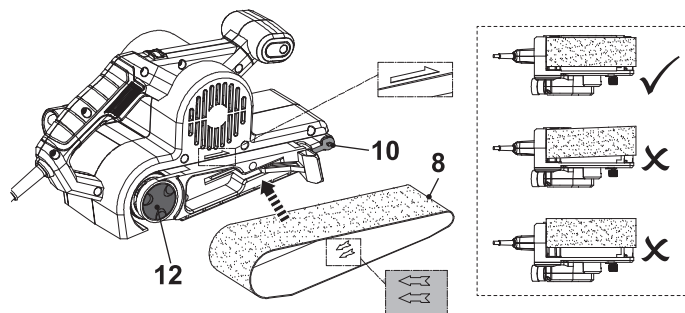

Fig. 2
2. Fiți atent la direcția de rotație indicată în interiorul benzii de șlefuire (8). Aliniați banda de șlefuire (8) în conformitate cu direcția indicată pe carcasa produsului și glisați peste rola frontală (10) și dispozitivul de acționare a rolei (12) (Fig. 2).